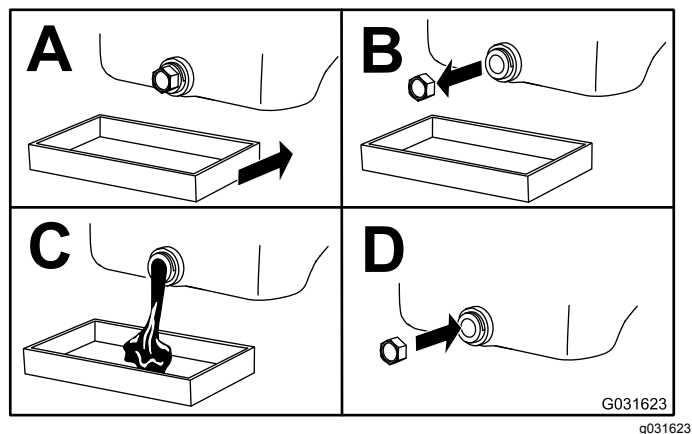

Figura 34
3. Cambiate l'olio motore (Figura 34).